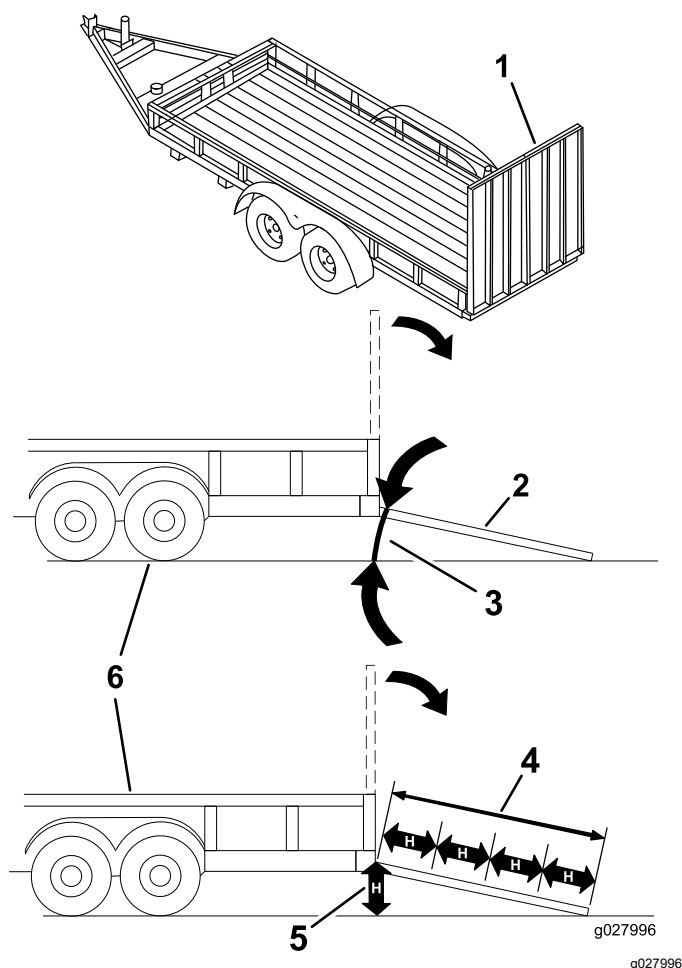

Figura 31
Quando si carica la macchina su un trailer o un autocarro si aumenta il rischio di ribaltamento, che può causare gravi ferite ed anche la morte (Figura 31).
1. Abbassate la rampa, assicurandovi che l'angolazione tra la rampa e il terreno non superi 15 gradi (Figura 31).